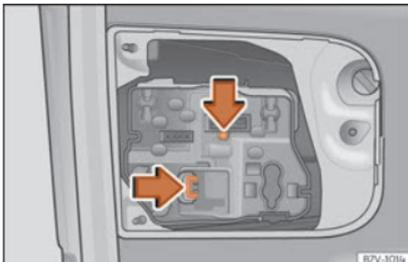

Fig. 114 Dans le hayon arrière : retirer le porte-ampoule.
4. Appuyez sur les languettes de fixation dans le sens de la flèche »» fig. 114 et retirez le porte-ampoule.